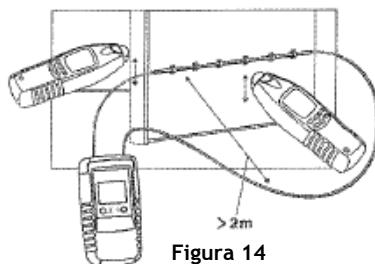

Figura 14
- Conectați emițătorul ca în figura 14.